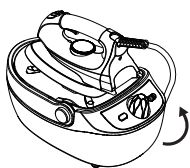

Fig.5
- Desaperte lentamente a válvula de segurança. (Fig.5)